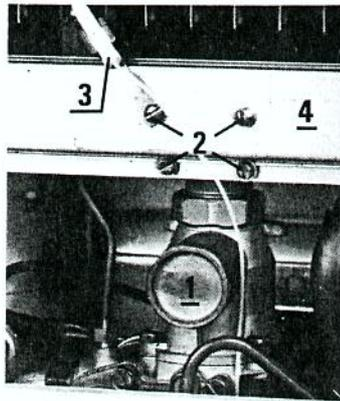

Fig. 25
Mettre l'aquastat au maximum, éventuellement enclencher le thermostat d'ambiance. Vérifier d'après le compteur le réglage correct du régulateur de gaz. Corriger éventuellement ce débit au moyen de la vis située derrière le bouchon (1) (fig. 25) de la partie gaz (voir débits page 4).